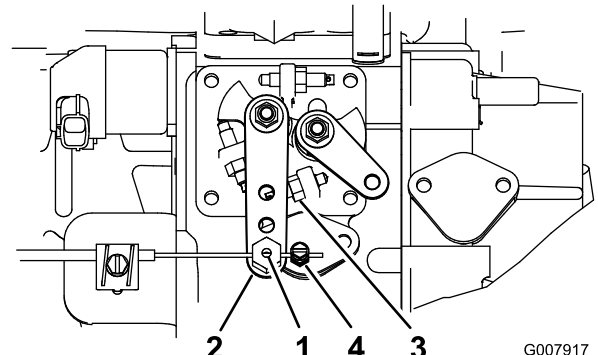

Bild 56
2. Lockern Sie den Anschluss des Bowdenzugs neben dem Hebel der Einspritzpumpe (Bild 56).
3. Halten Sie den Hebelarm der Einspritzpumpe gegen den Anschlag für den hohen Leerlauf (Bild 56).